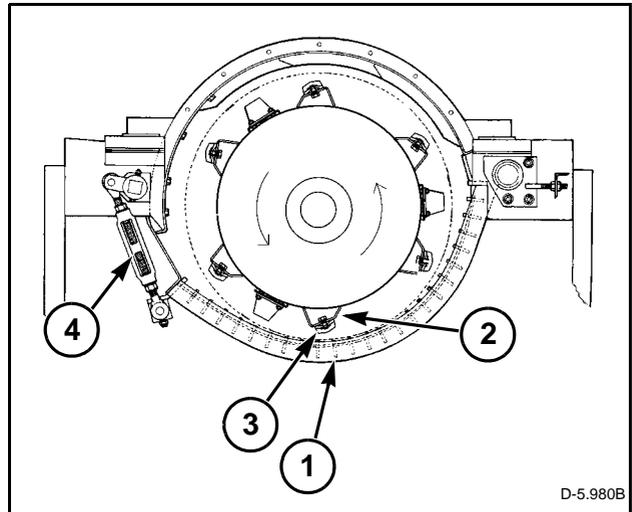

FIG. 177
FIG. 177: ubicar la décima barra (1) del cóncavo, contando desde la izquierda hacia la derecha. Instalar una llave gancho en la barra en la parte frontal de la tercera sección, por el frente.